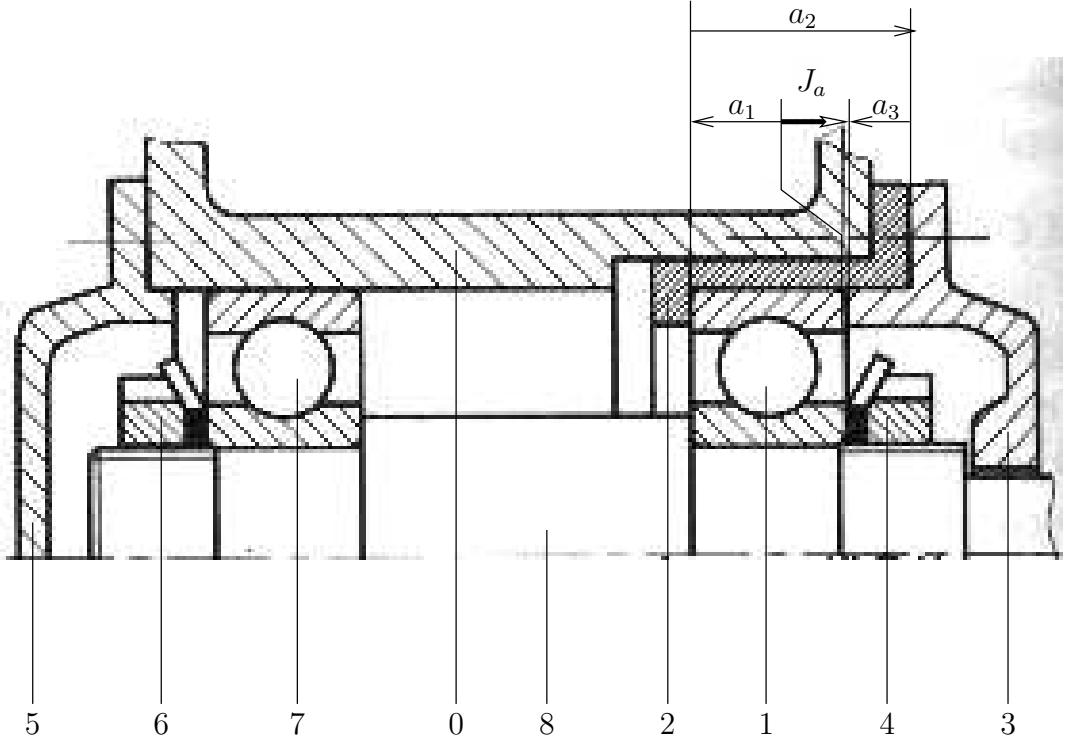
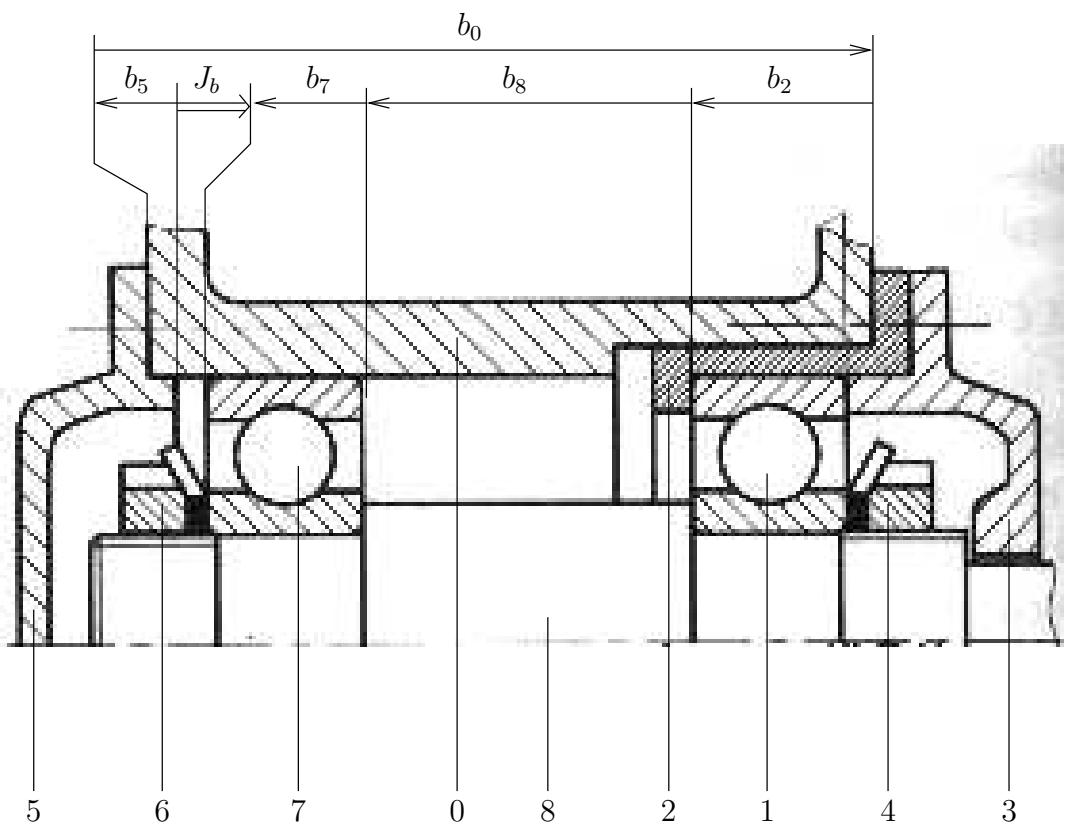
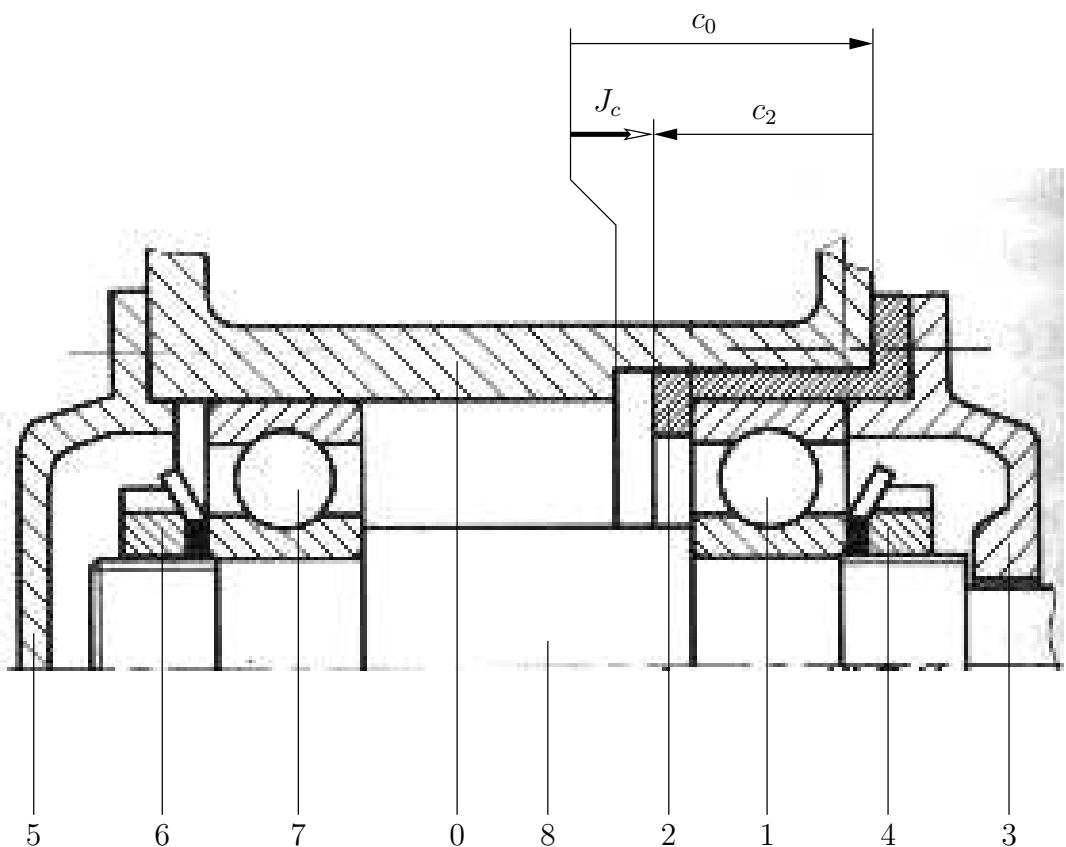

FIG. 1 – Chaine de cotes.
FIG. 2 – Chaine de cotes.
FIG. 3 – Chaine de cotes.
6) cf FIG. 1, FIG. 2 et FIG. 3
5) Cf. FIG. 1, FIG. 2 & FIG. 3. .... [8]